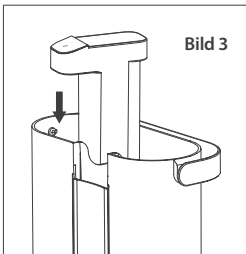

Bild 3
- Umieść pompę wody z powrotem do zbiornika wody. (Rysunek 3)
- Sätt tillbaka vattenpumpenheten i vattentanken. (Bild 3)